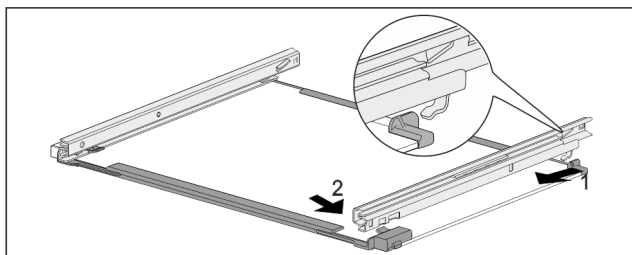

Fig. 275 Placa de sticlă cu șine
- ▶ Agățați șina în partea din spate. Fig. 275 (1)
- ▶ Înclichetați șina în partea din față. Fig. 275 (2)